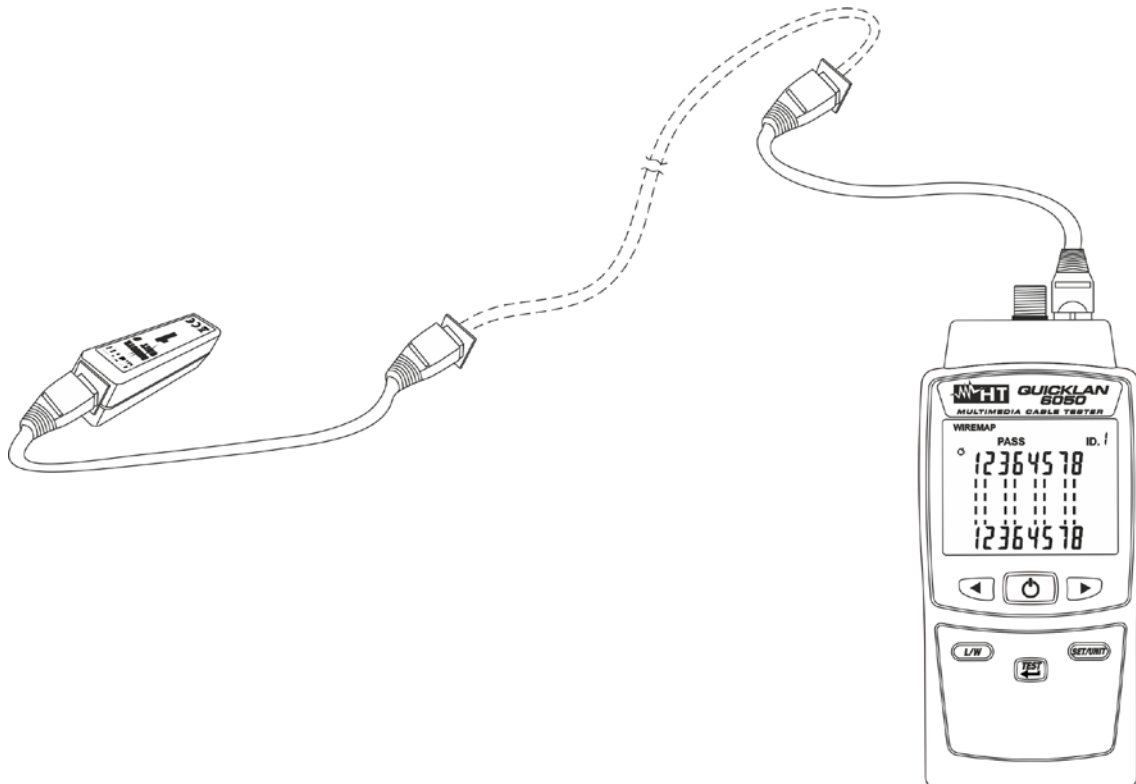
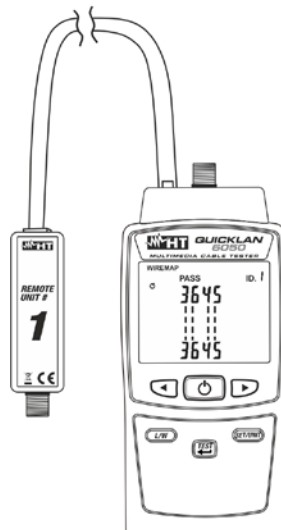

Abb. 7: Verbindung des Geräts durch Patch-Kabel.
Abb. 10: Verbindung des Geräts mit dem Kabel mit RJ11 Stecker
1. Drücken Sie die Taste und schalten Sie damit das Gerät ein. ①
4. Verbinden Sie die Enden des zu prüfenden Kabels mit dem Eingangsstecker RJ45 (siehe Abb. 1 – Teil 10) und mit dem Kodierstecker #1 oder, wenn notwendig, benutzen Sie die mitgelieferten Patch-Kabel, wie in der Abb. 7 gezeigt.
3. Verbinden Sie die Enden des zu prüfenden Kabels mit dem RJ11 Eingangsstecker (siehe Abb. 1 – Teil 8) und mit der Kodierstecker #1 (siehe Abb. 10). Wenn nötig, benutzen Sie die mitgelieferten Patch-Kabel ähnlich wie in der Abb. 7 gezeigt.